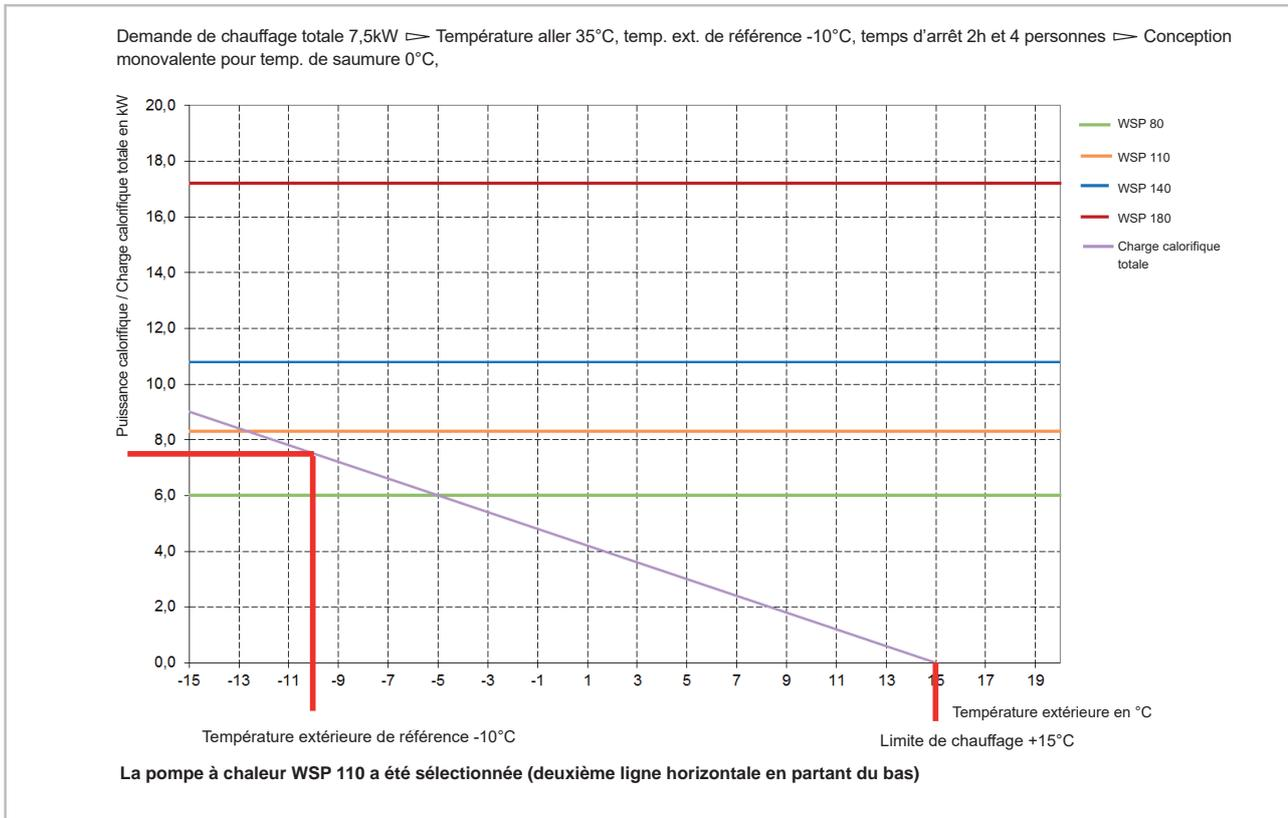

Fig. 10: Choix de la thermopompe saumure WSP
- Nous avons pris comme exemple une maison avec une surface habitable de 150 m² et un besoin en chaleur d'env. 35 W/m². Cinq personnes habitent dans cette maison. La charge de chauffe est de 5,3 kW. Avec un supplément en eau potable de 0,2 kW/personne, on obtient une puissance calorifique à atteindre de 6,3 kW. En fonction du support énergétique, il faut encore ajouter un supplément pour prendre en compte des éventuels temps de blocage. Le dimensionnement et la détermination du point de bivalence de la thermopompe sont calculés d'après le diagramme de puissance calorifique de la thermopompe en fonction des températures de préchauffage (35 °C pour un chauffage par le sol dans l'exemple). On marque tout d'abord la charge de chauffe à la température extérieure normalisée (température la plus basse de l'année en fonction de la région) et la limite de chauffe. Le besoin en chaleur en fonction de la température extérieure est saisi de manière simplifiée dans le diagramme de puissance calorifique (Voir la Fig. 10) en tant que ligne de liaison droite entre la charge de chauffe et le début de la chauffe. L'intersection de la droite avec la courbe de puissance calorifique nominale est marquée sur l'axe X et on y lit la température du point de bivalence (d'env. -3 °C dans l'exemple). Le rendement minimal du 2e générateur de chaleur est la différence entre la charge de chauffe et la puissance calorifique maximale de la thermopompe pendant ces jours (dans l'exemple, la puissance nécessaire pour couvrir la charge de pointe est d'env. 3 kW).